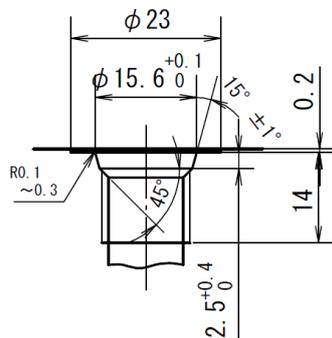

図 6-2 管用平行ねじ(G1/4)ポート形状
- 本製品の各ポートは管用平行ねじ(G)のポートを使用しています。図6-2を参照してください。他の規格のねじのホースコネクタを使用すると、本製品が破損し、実機の誤作動による人身事故の発生や実機が破損するおそれがあります。